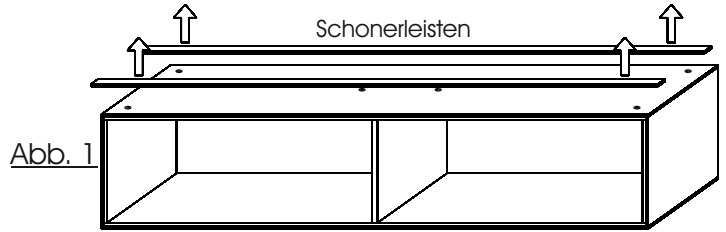

Abb. 1
2. Entfernen Sie vorsichtig die Schonleisten. (Abb. 1)
2. Montieren Sie, wie in der Abbildung 1 dargestellt, das Glasregal mit dem Wandpaneel.
7. Richten Sie zum Schluss das Paneel mit Hilfe der Stellschrauben und den Hängebeschlägen aus. (Abb. 1)
Zur Montage der Wandpaneel - Beleuchtung stellen Sie zunächst die Öffnung für die Anschlussleitung her. Auf der Rückseite befindet sich eine Vorbohrung. Diese bohren Sie mit einem Ø8 mm Bohrer vorsichtig und mit Verwendung einer Zulage (um Ausrisse zu vermeiden) durch. (Abb. 1)